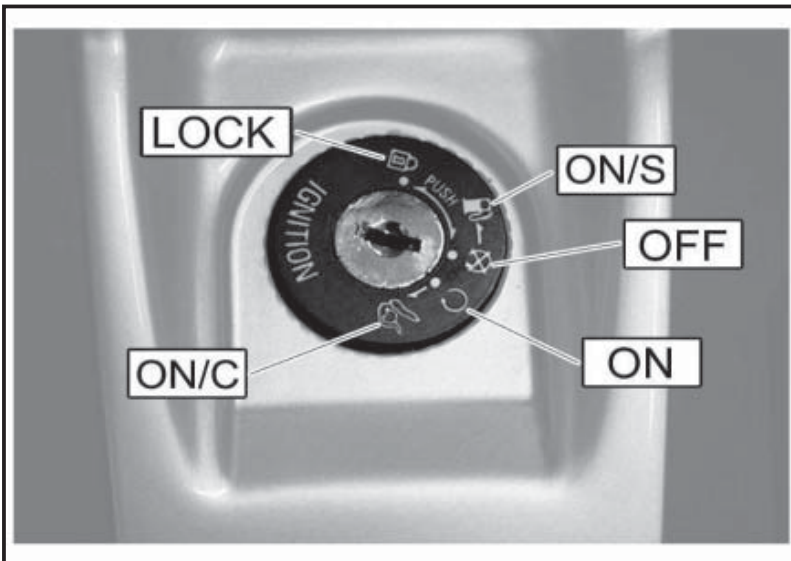

Fig. 02
4.13 IGNITION SWITCH (Fig. 02)